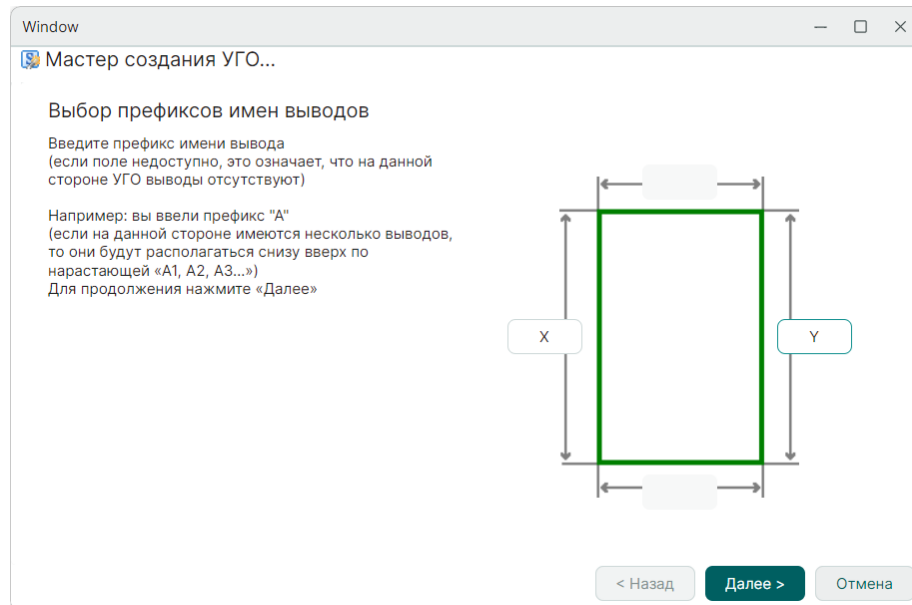

Рис. 229 Префиксы меток выводов
4. Укажите префиксы меток выводов, см. Рис. 229.